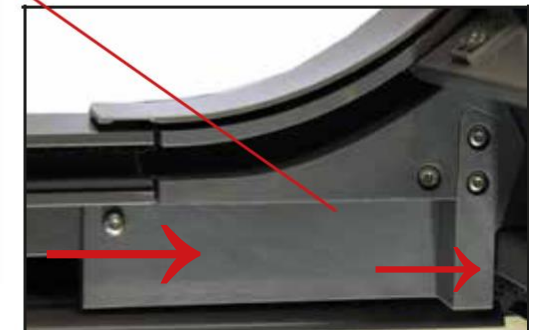

Abb.12 (1x li ./ re.) (3x 3,9 x 16)
12. Rollladen mittels dafür vorgesehenen Bohrungen am Kopfstück li./re. (Schrauben je 3 St. 3,9 x 16 mm) befestigen, siehe **Abb. 12**.